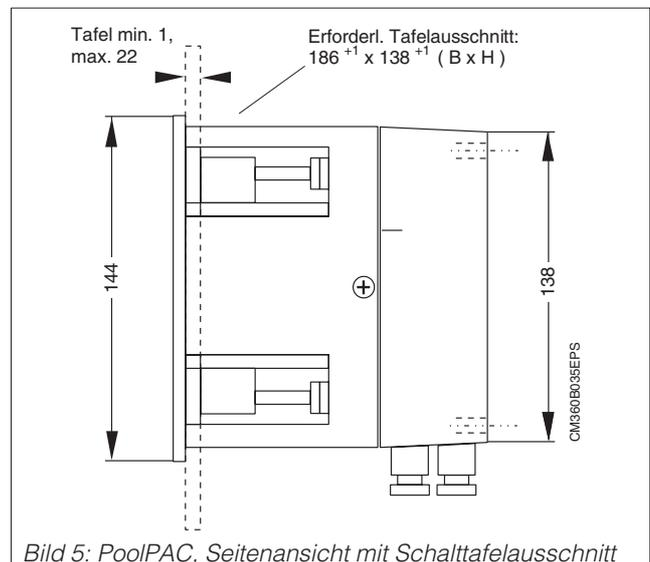

Bild 5: PoolPAC, Seitenansicht mit Schalttafelabschnitt
- Schalttafelabschnitt gemäß Bild 5 herstellen.